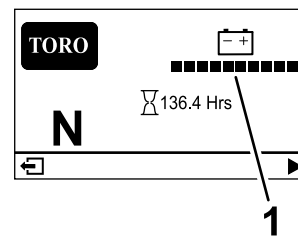

Figure 20
- **Écran d'information principal (Figure 20) :** affiche les données actuelles de la machine quand la clé est à la position CONTACT.